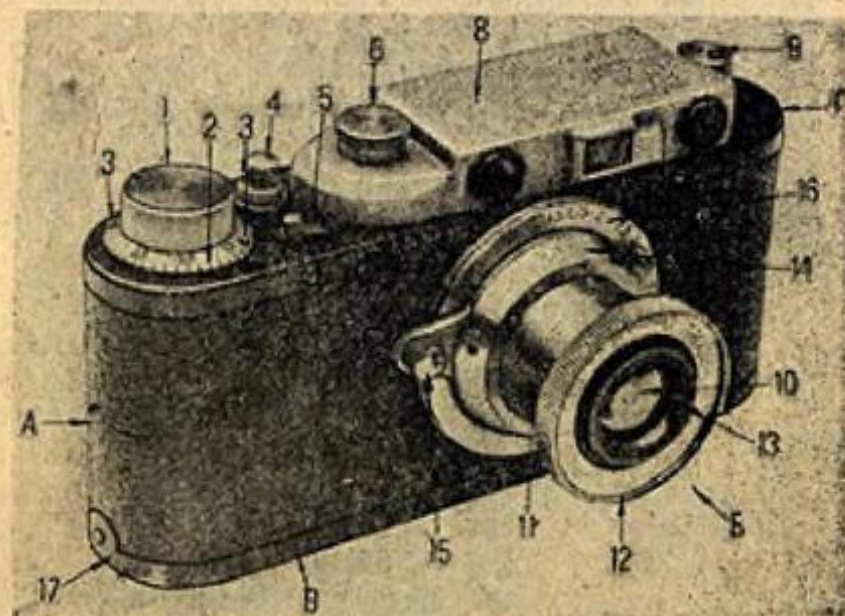
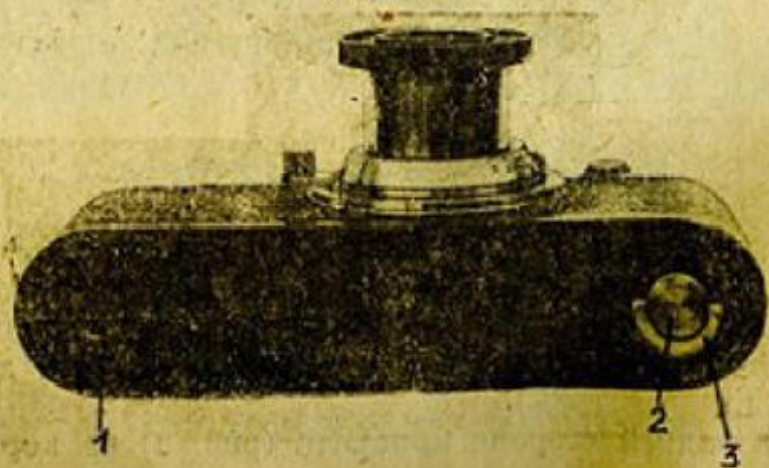

Рис. 2.
Рис. 4.
Аппарат (рис. 2) состоит из корпуса А, объектива В, нижней съемной крышки В и верхней крышки Г с расположенными на ней: заводной головкой (1), диском счетчика (2), с укрепленными на нем столбиками (3), спусковой кнопкой (4), рычагом обратной перемотки (5), регулятором скоро-
Нижняя крышка (рис. 4) снабжена углубленной штативной гайкой (1), замком, запирающим крышку (2) с дужкой (3) и язычком с отверстием (17) (рис. 2).
Взяв камеру в левую руку (рис. 5), следует поднять дужку (3) (рис. 4) большим и указательным
рых необходимо вывести зеркала из положения взаимной параллельности. Совмещение контуров изображений близко расположенных предметов в дальномере соответствует точной наводке на фокус объектива. Производится указанное совмещение подвижкой рычага объектива (15) (рис. 2), с которым связан рычаг подвижного зеркала дальномера.
Диафрагмирование производится передвижением и установкой индекса (13) (рис. 2) против соответствующего деления шкалы, причем изменения диаметров относительных отверстий влекут за собой следующие изменения в экспозициях: